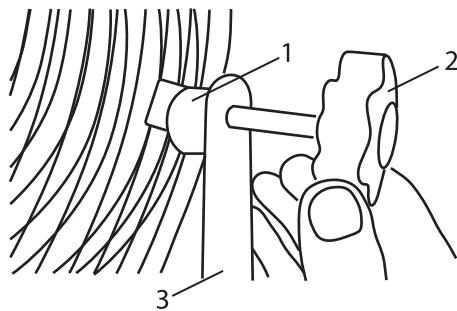

Рис. 3
5. Установите резиновые шайбы с двух сторон между каркасом и опорой (рис. 3). Затяните барабашковые винты.